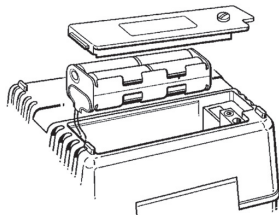

Fig. 9
1. Utilizzando un cacciavite, rimuovere la vite dal coperchio del vano batterie posto sul retro dello strumento (vedere Fig. 9). Rimuovere il coperchio. Conservare la vite e il coperchio.